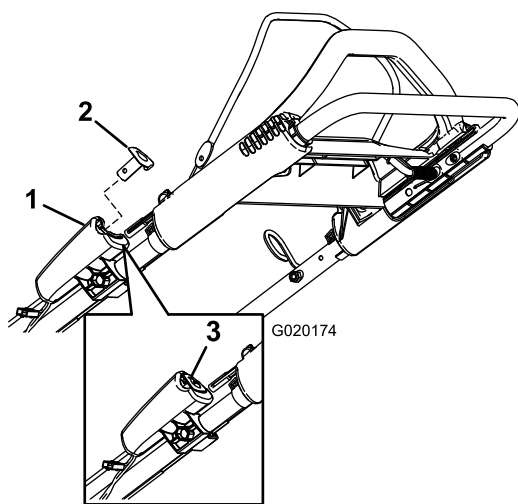

Figura 18
2. Empurre o botão de arranque elétrico até que o motor arranque (Figura 18).
Nota: Se o botão de arranque elétrico tiver sido removido, insira-o no arrancador elétrico; consulte Figura 18.